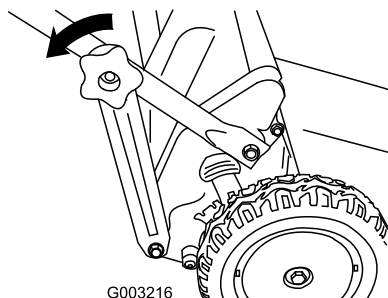

Figura 15
1. Retire los pomos del manillar inferior que sujetan los extremos del manillar inferior a los soportes del manillar (Figura 15).